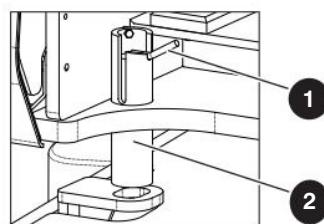

Figura 26 Bloqueo de la torreta para transporte
1. Asegúrese de que la torreta esté en una posición en la que el tubo de bloqueo de la torreta para transporte (elemento ②, Figura 26) quede alineado con uno de los dos puntos de bloqueo de la torreta situados en el chasis.
2. Levante el pasador de retención de bloqueo de la torreta (elemento ①, Figura 26) y gire 90 grados. Baje el pasador de retención de bloqueo de la torreta a la posición de bloqueo.